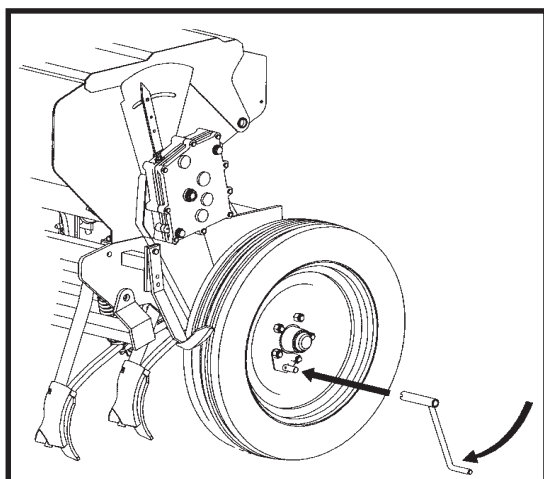

fig. 4
- 7) Con la MANIVELA DE GIRO DE LA RUEDA (fig. 4) se dan unas vueltas a la RUEDA MOTRIZ (derecha, mirando la máquina por detrás) en el sentido de marcha hasta que todos los distribuidores saquen semilla.